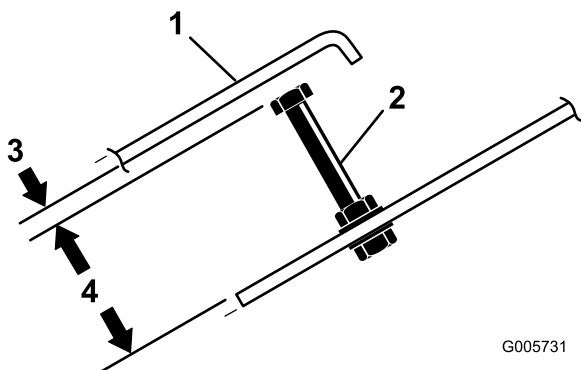

Figura 68
2. Afloje las contratuercas y ajuste el tornillo de tope del pedal de tracción (Figura 68) a una longitud de 8 cm.